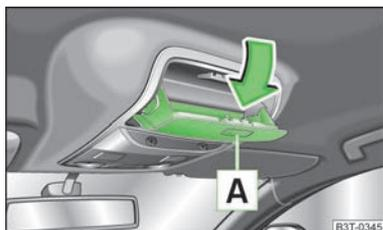

Fig. 93
► Premendo il tasto **A**, lo scomparto si abbasserà » fig. 93.